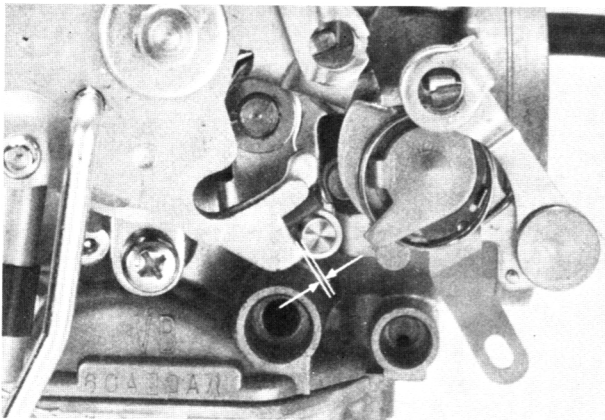

Bild 142
- Den Abstand zwischen Drosselbügel und Schnelleerlauf-Einstellarmstift messen (Bild 142).